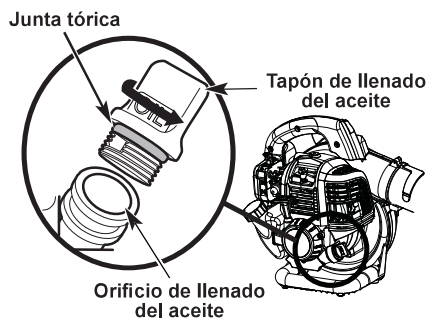

Fig. 8
2. Desenroscar el tapón de llenado de aceite (Fig. 8)
3. Vierta todo el recipiente de aceite en el orificio de llenado de aceite (Fig. 8)
NO rellene en exceso. Consulte el aparato de Comprobación del nivel de aceite. Si utiliza un combustible mezclado: Nunca agregue aceite al depósito de combustible. Esta herramienta tiene un motor de cuatro tiempos. NO mezcle aceite con gasolina. Limpie cualquier derrame de aceite. Asegúrese de que la junta tórica esté en su lugar en el tapón de llenado de aceite (Fig. 8).